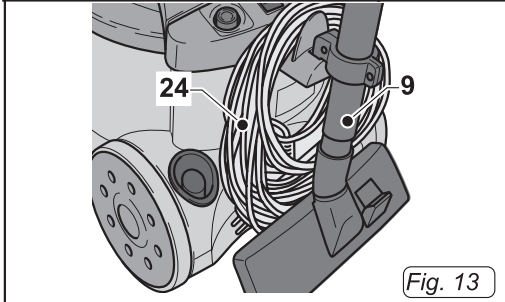

Fig. 13
- Свернуть кабель (24 Рис. 13) и закрепить его в специальном гнезде, затем закрепить трубку (9 Рис. 13) в специальном креплении.